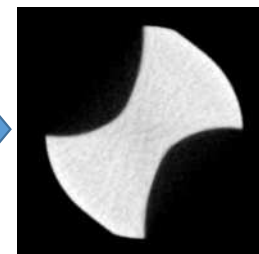

図1
1. $\phi 3$ [mm]のドリルをCTスキャンした。(図1)